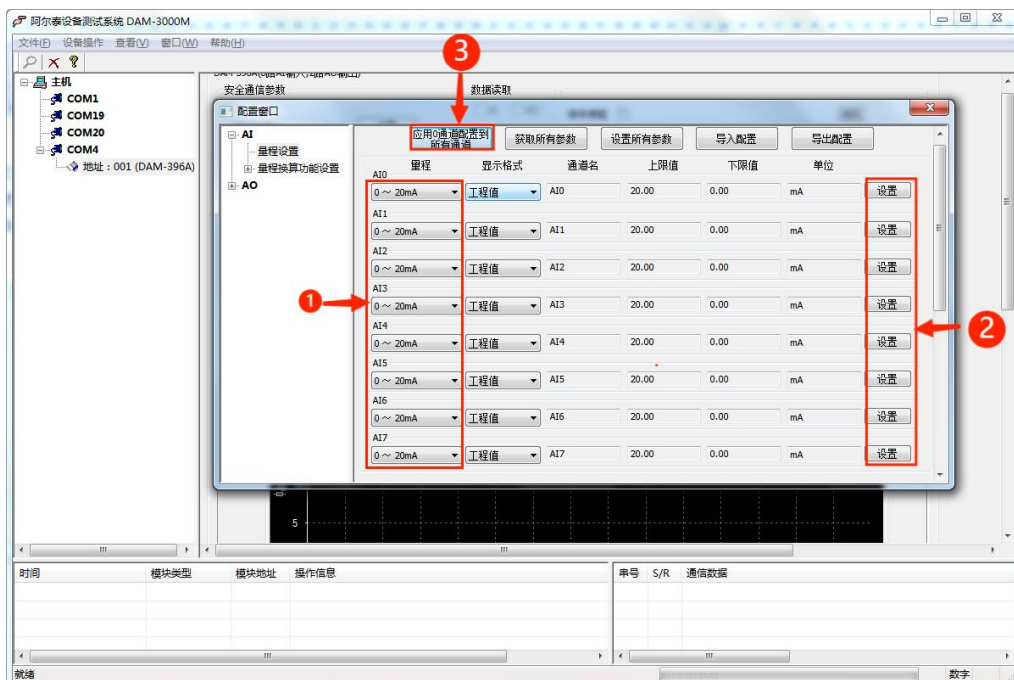
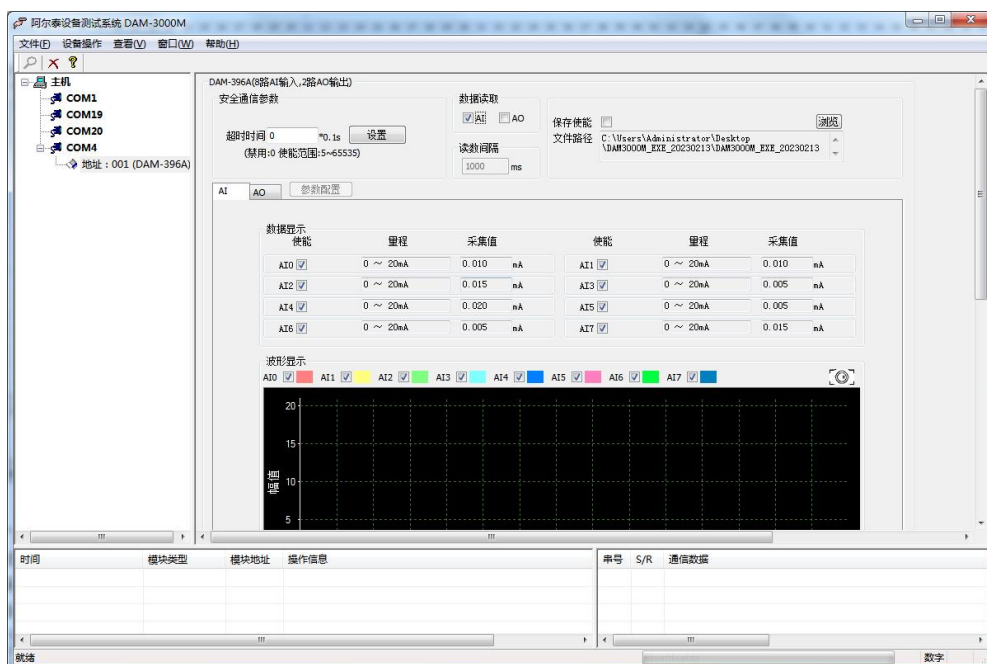

图 15
图 16
2) AI 设置中选择“量程设置”，图 15-①可以选择每个通道的量程，点击图 15-②可以对该通道设置参数进行保存，若 0 通道参数应用到所有通道点击图 15-③。设置完成后返回主界面点击“AI”即可开始数据采集如图 16。